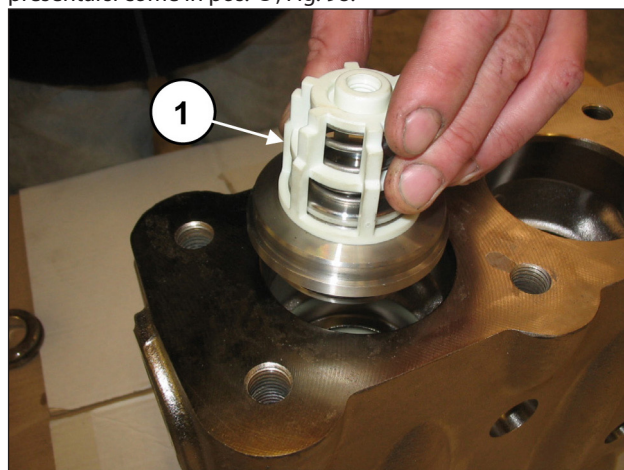
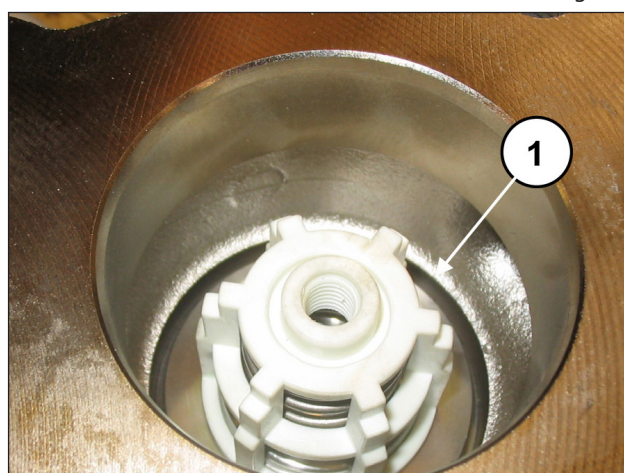

Fig. 97
Fig. 98
Inserire il gruppo valvola di mandata (pos. ①, Fig. 97). Il gruppo valvola deve essere inserito completamente a fondo e presentarsi come in pos. ①, Fig. 98.